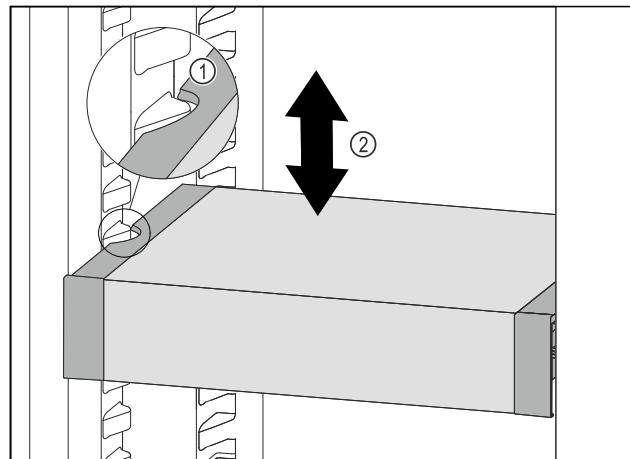

Fig. 73
- Predal VarioSafe povlecite v smeri naprej, dokler nista stranska izreza predala VarioSafe na višini nastavka za posodo v hladilniku. Fig. 73 (1)
- Predal VarioSafe premikajte v hladilniku gor ali dol, dokler ne dosežete želeno višino. Fig. 73 (2)